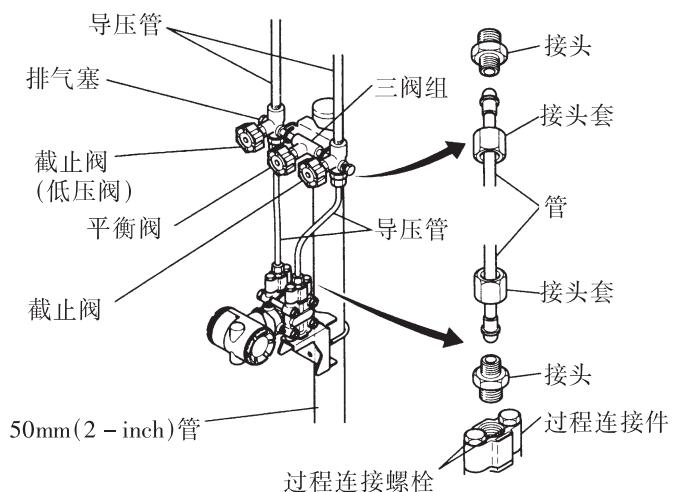

图 5.1.1b 三阀组(配管型)
■配管型(图 5.1.1b)
①在变送器一侧的三阀组多支管接口及连接过程接头的导压管接口内旋入双头螺栓。(为了确保密封，请在双头螺栓的螺纹部缠上胶带。)
②用 U 型螺栓把三阀组本体上的安装托架安